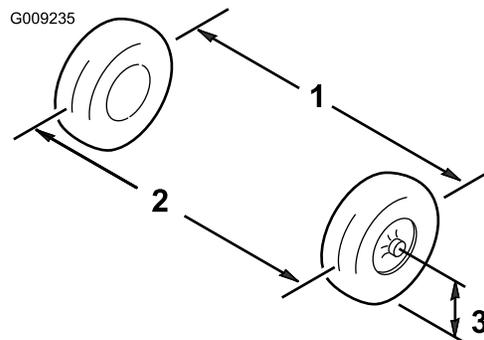

Рисунок 54
2. Измерьте расстояние между обеими передними шинами на уровне моста, с передней и задней стороны передних шин (Рисунок 54).